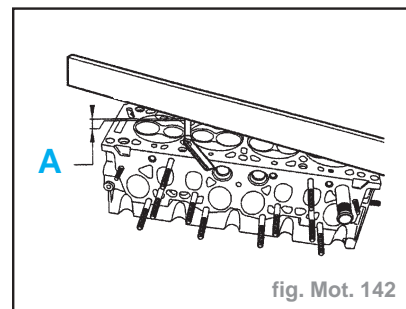

fig. Mot. 142
- Contrôler la planéité de la culasse à l'aide d'un jeu de cales et d'une règle au 50ème (fig. Mot. 142).